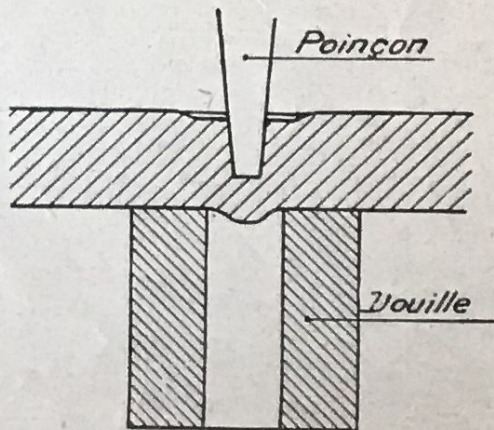
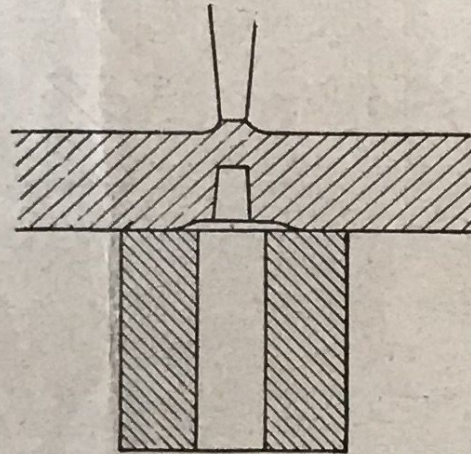

FIG. 41.
FIG. 42.
**P**ERÇAGE A CHAUD. — Le perçage à chaud est effectué à l'aide d'un poinçon emmanché qui reçoit les coups de marteau du frappeur. La pièce est placée sur une douille qui permet le dégagement de la *débouchure*. On enfonce le poinçon sur une face de la pièce jusqu'à ce qu'un renflement apparaisse sur la face opposée (fig. 41). La pièce est retournée, et l'on achève le perçage en appliquant le poinçon sur le renflement (fig. 42). Il faut dégager l'outil de temps en temps et le refroidir.